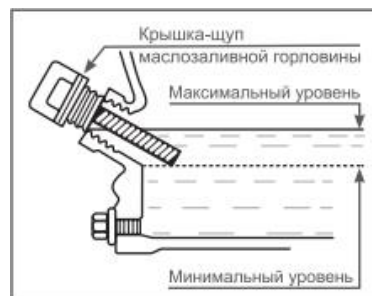

Рис. 11
2. Открутите крышку-щуп маслозаливной горловины и извлеките щуп (Рис. 11).
2. Выкрутите крышку-щуп маслозаливной горловины и извлеките щуп (Рис. 11).